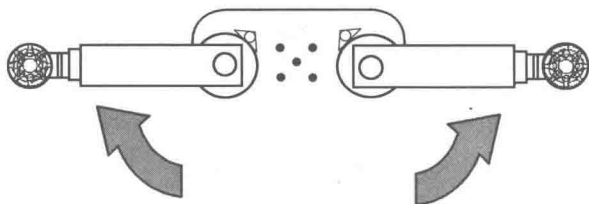

图 1-6 使摆动臂成直线
- ② 将举升机降到最低位置，推动摆动臂，使其向两边伸展成一直线，为车辆入位提供方便，如图 1-6 所示。